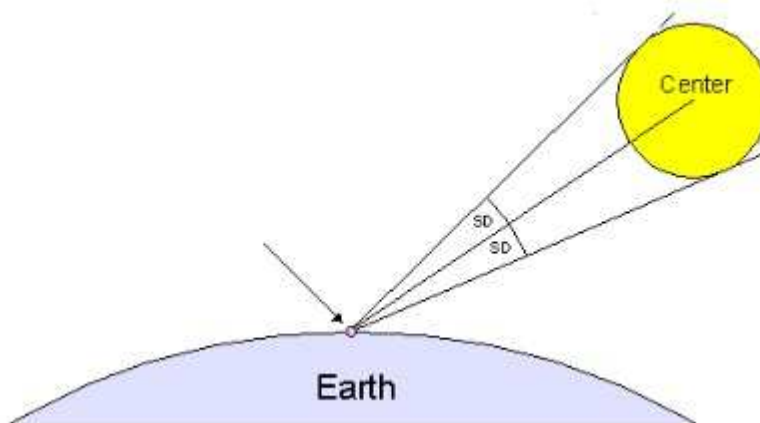

Fig. 4.3: Semidiámetro solar.
Para solucionar este problema utilizaremos el semidiámetro solar (SD), que es la distancia angular que habrá entre el centro del sol y la circunferencia exterior del Sol, tal y como se muestra en la fig. 4.3.